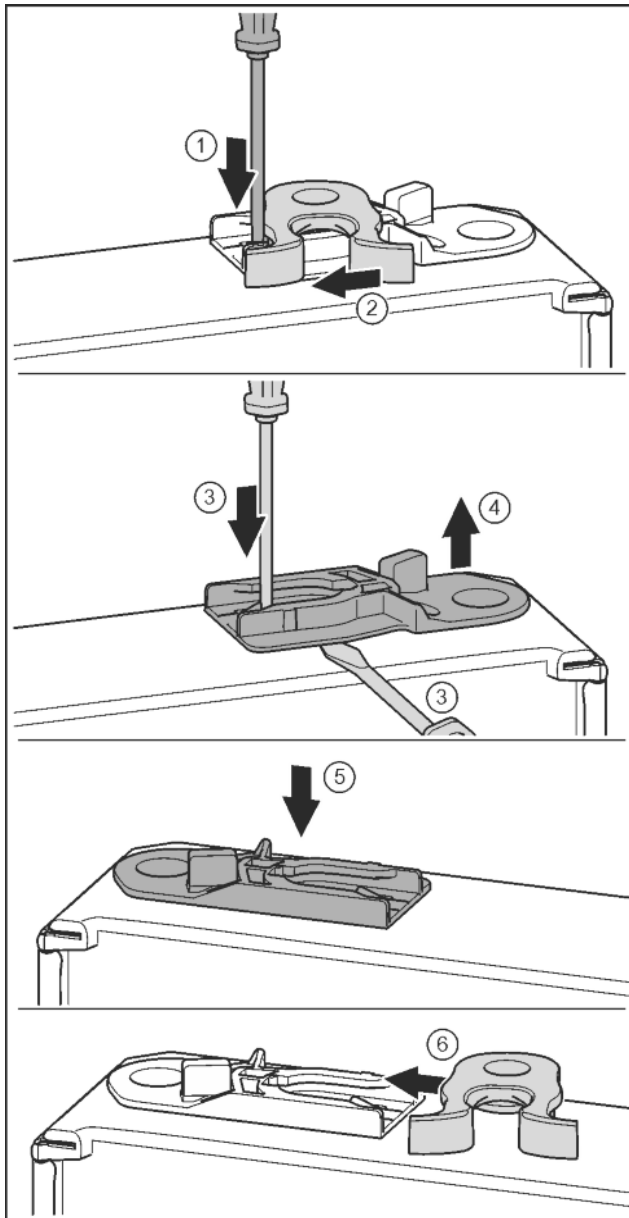

Fig. 18
- ▶ Нажать накладку шлицевой отверткой вниз. Fig. 18 (1)
- ▶ Запорный крючок вывести из направляющей. Fig. 18 (2)
- ▶ Извлечь направляющее гнездо: нажать накладку шлицевой отверткой и одновременно переместить ее шлицевой отверткой под направляющее гнездо. Fig. 18 (3, 4)
- ▶ Прилагаемое при поставке направляющее гнездо вставить на другой стороне корпуса. Fig. 18 (5)
- ▶ Запорный крючок вставить в направляющую. Fig. 18 (6)